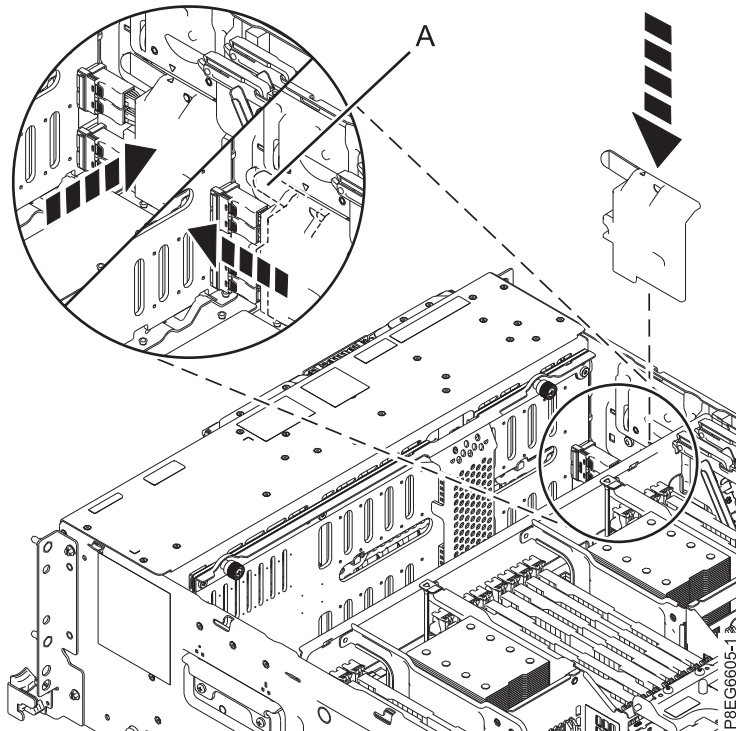

Figura 11. Sustitución de la cubierta del cable SAS
10. Vuelva a poner la cubierta del cable SAS. Coloque las ranuras en los conectores del lateral del chasis. Empuje la cubierta hacia adelante en dirección a la parte frontal del sistema hasta que el asa (**A**) se cierre en su posición. Una vez instalada la cubierta, el símbolo de triángulo de la cubierta del cable SAS se alinea con el símbolo de triángulo del lateral del chasis. Consulte Figura 11 en la página 12.